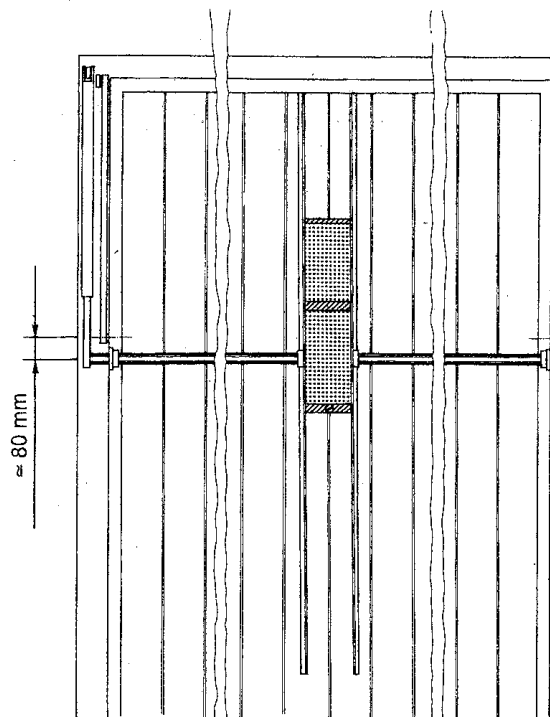

fig. 2
b) l'asse di rotazione del pignone dell'operatore deve essere, a basculante chiusa, **≈ 80 mm più basso** rispetto all'asse dei perni di collegamento del telo della basculante ed i bracci di bilanciamento (fig. 2 e 3).